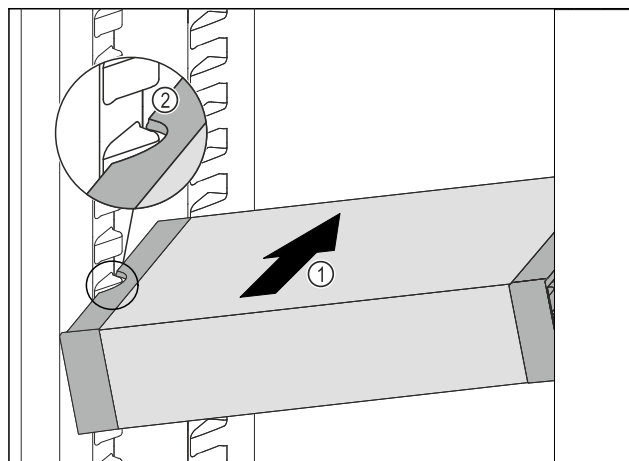

Fig. 142
- Inserire VarioSafe ad angolo nel vano frigorifero Fig. 142 (1), fino a quando le cavità laterali Fig. 142 (2) di VarioSafe non si trovano al livello della nervatura del contenitore nel vano frigorifero.